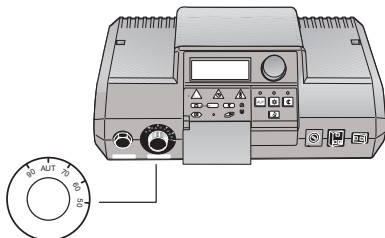

Fig. 4 Retire o botão do regulador
- Retire o botão do regulador de temperatura de água da caldeira (fig. 4).